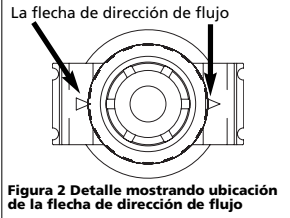

Figura 2 Detalle mostrando ubicación de la flecha de dirección de flujo
1. Ubique la flecha de dirección de flujo (Vea Figura 2). Esta flecha muestra la dirección del flujo de aire, o sea, apunta hacia la salida.